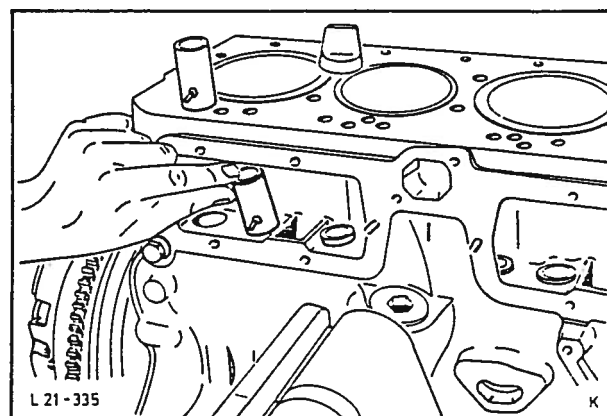

Fig. 72 Montering av ventilløftere.
46. Påfor olje på ventillofterne og sett dem inn i samme hull som tidligere, fig. 72. Monter sidedekslene.